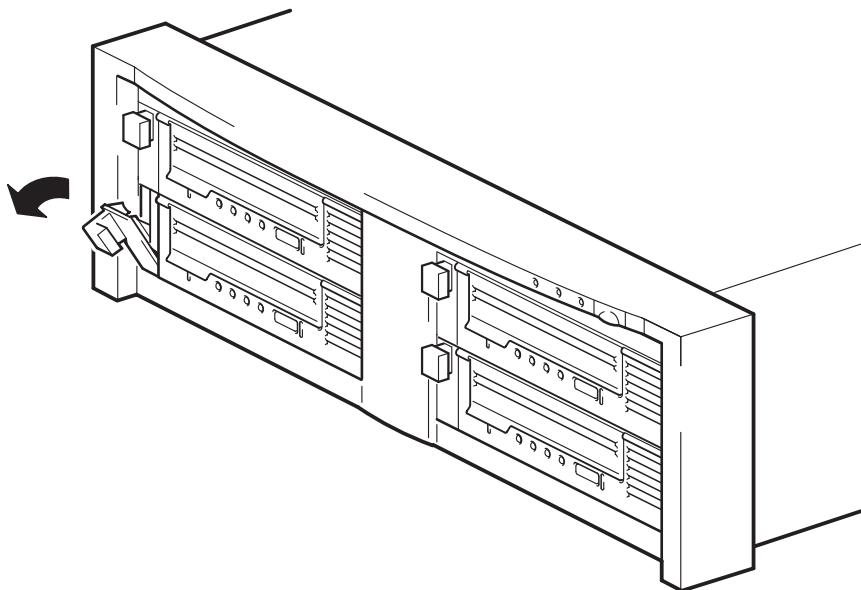

Figura 9a: azionamento della leva di rilascio
- 1** Tirare la leva di rilascio dell'unità che si desidera sostituire, in modo da posizionarla su out (vedere la figura 9a).